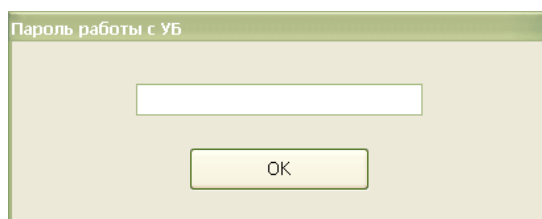

Рисунок 67
17) На вкладке «Устройства» нажать кнопку «Записать» в рамке «Управление устройствами защиты», ввести пароль доступа к настройкам УБ (рисунок 67). Работа устройства безопасности будет разрешена.